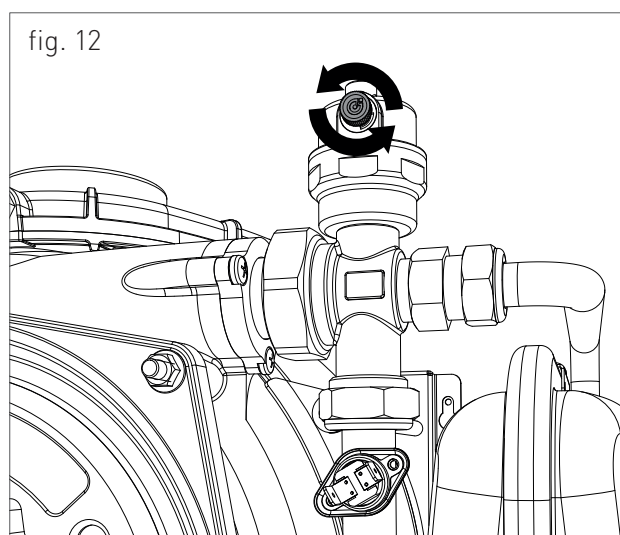

fig. 12
3. Desserrer légèrement le bouchon du purgeur d'air placé au-dessus du bloc de condensation (fig. 12) pour évacuer l'air par le haut du système ;